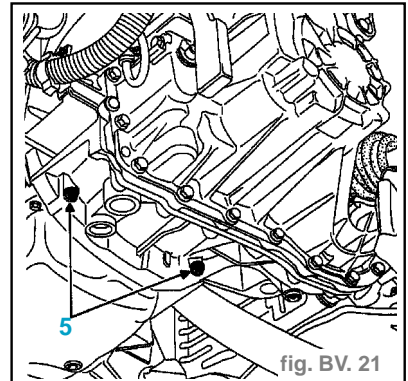

fig. BV. 21
- la tôle de protection embrayage (vis (5)), (fig. BV. 21)